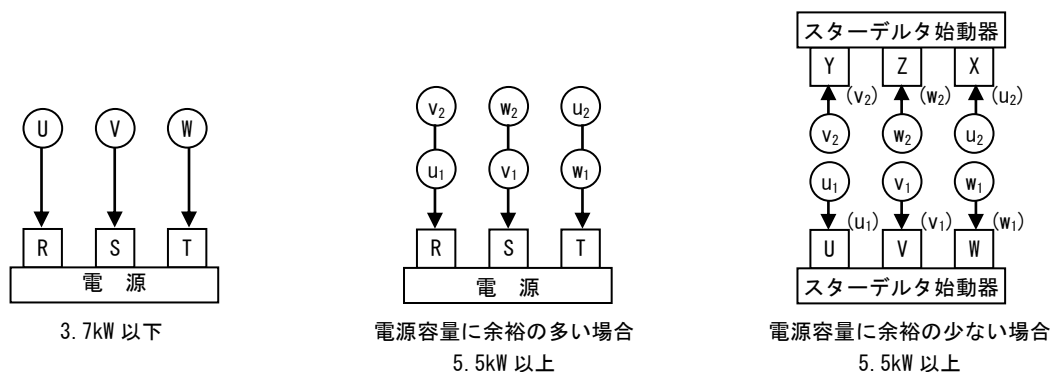

図7 配線接続図
(2) 配線は図7または、電動機のターミナルボックス内蓋に表示された結線図に従い行ってください。